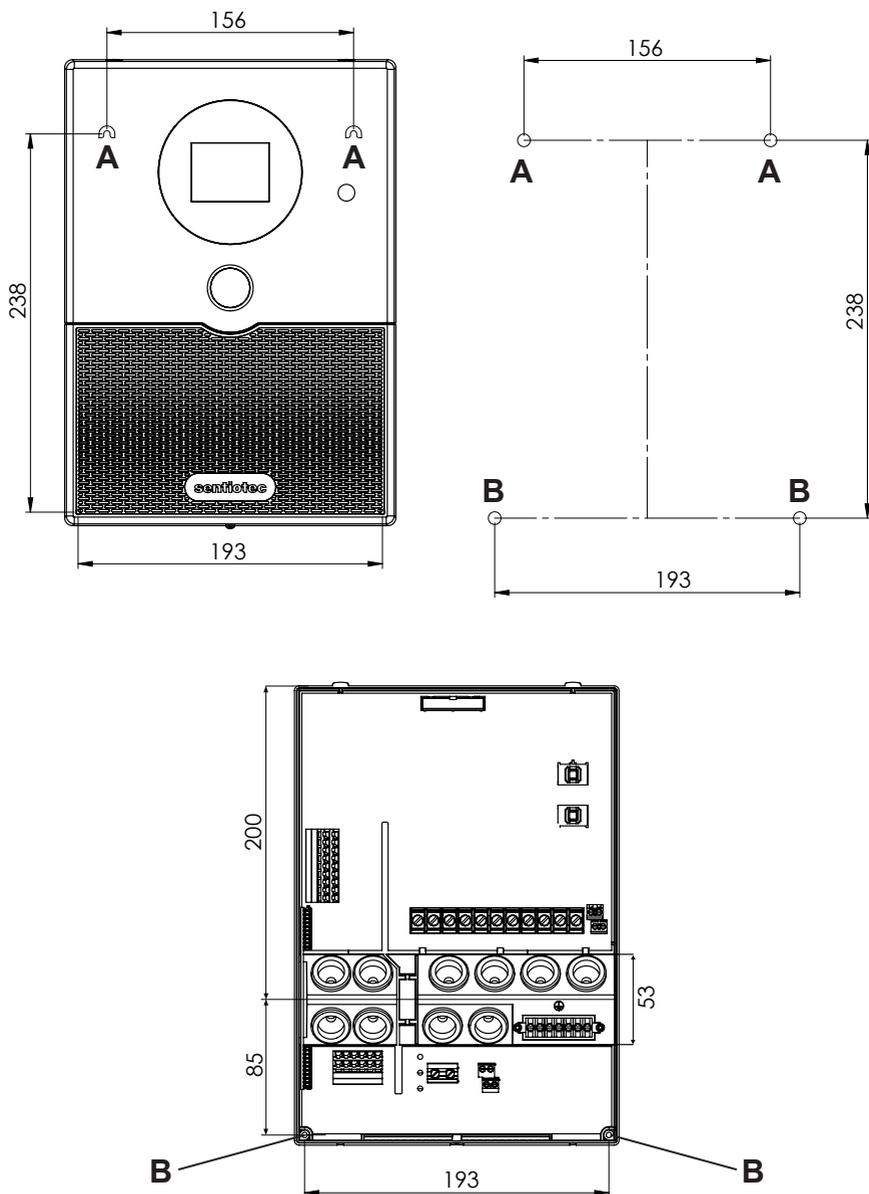

Рис. 1 Расположение подвесного приспособления и монтажных отверстий (размеры указаны в мм)
1. На высоте ок. 1,70 м вкрутить в стенку сауны два самореза (3 x 25 мм) так, чтобы они выступали из стенки на 7 мм. Расстояние между винтами должно составлять ок. 156 мм (см. **Рис. 1**).
4. Повесить блок управления с помощью подвесного приспособления **A** на установленные винты с крестообразными шлицами (см. **Рис. 1**).
5. Вкрутить два самореза (3 x 25 мм) в нижние крепежные отверстия **B** (см. **Рис. 1**).